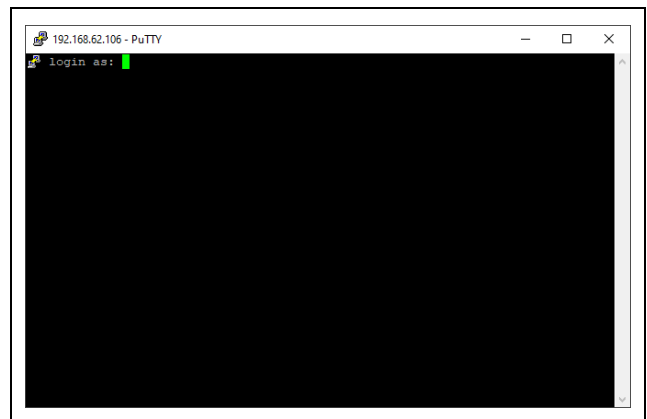

Abb. 14: Anmeldebildschirm
- Drücken Sie einmal die „Return“-Taste, um den Anmeldebildschirm anzuzeigen. Dieser entspricht dem Anmeldebildschirm bei einer Telnet-Verbindung (Abb. 14).